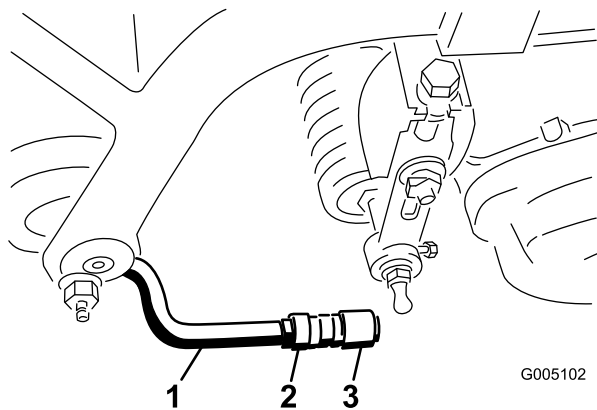

Figure 10
6. Alignez les boîtes des rotules de sorte que le côté ouvert soit centré vers la sphère. Serrez les contre-écrous pour fixer les boîtes de rotules en position (Figure 10).